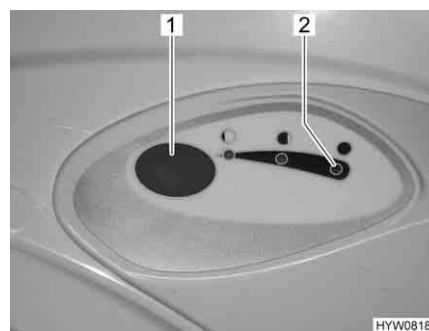

Fig. 204 Botón del inodoro/luz de control del inodoro Thetford
- Para lavar, pulsar el botón del inodoro azul (Fig. 204,1).
La luz de control (Fig. 204,2) se enciende cuando es necesario vaciar el depósito de aguas fecales.